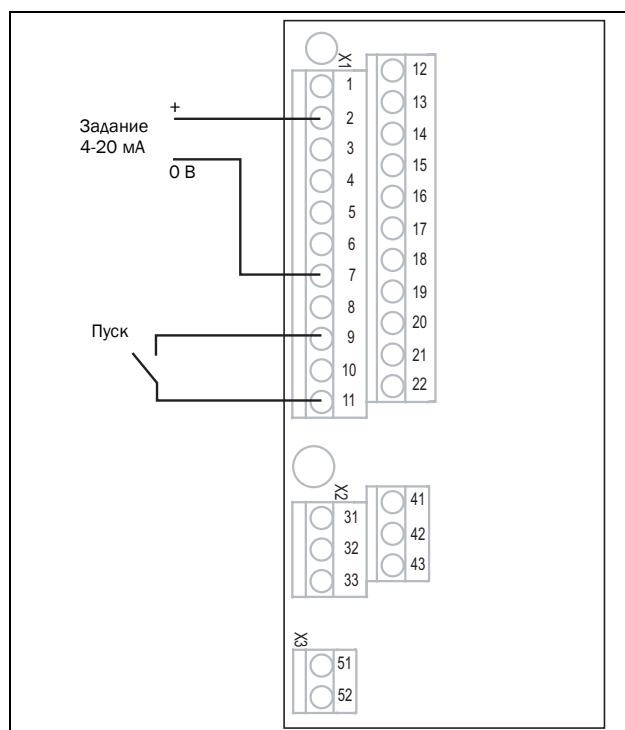

Рис. 54 Подключение
3. Подключите задание к клеммам 7 (Сигнальная земля) и 2 (АнBх 1) согласно Рис. 54 и заданию.
4. Подсоедините внешнюю кнопку запуска между клеммой 11 (+24 VDC) и 9 (ЦфBх2, Пуск вправо) согласно Рис. 54.
14. Подключите цифровые и аналоговые входы/выходы в соответствии с Рис. Рис. 54.